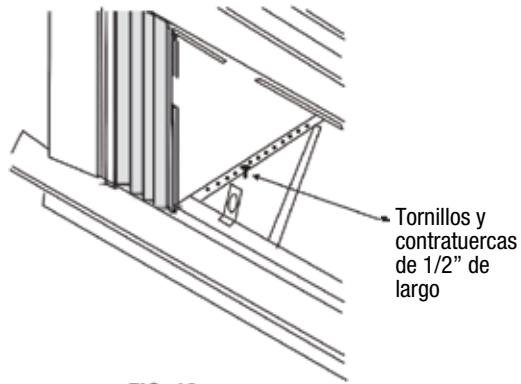

FIG. 16
- Instale los soportes de sujeción (con los soportes en ángulo del alféizar fijas) para corregir el orificio en la parte inferior del gabinete como se muestra en la Fig. 16.